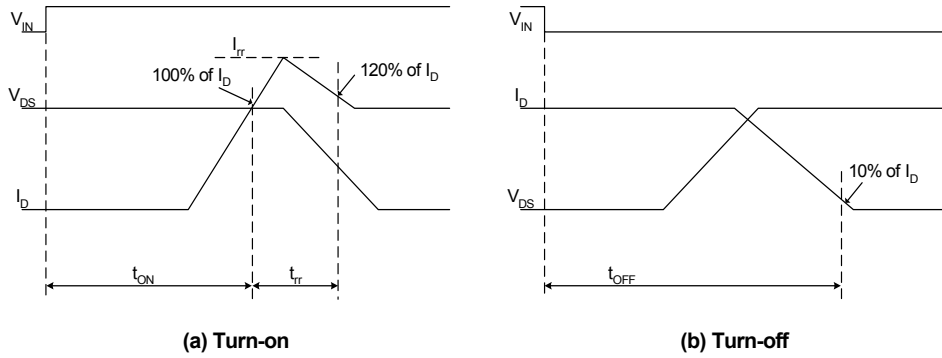
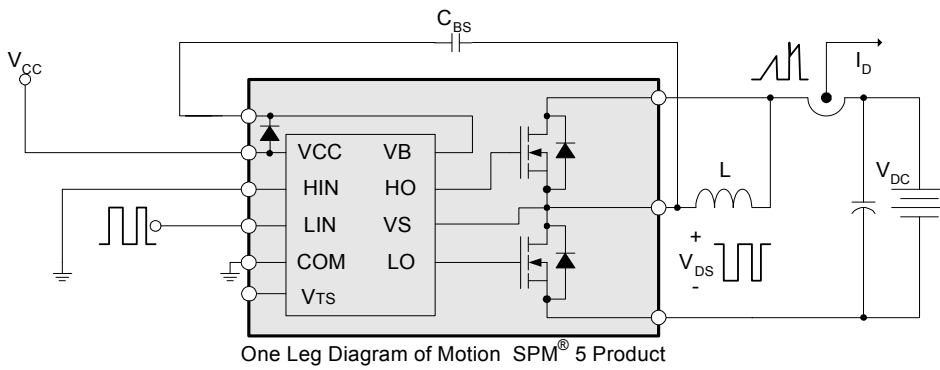

图 6. 开关时间定义
图 7. 开关和 RBSOA (单脉冲) 测试电路 (低端)
- t_{ON} 和 t_{OFF} 包括内部驱动 IC 的传输延迟。所列出的数值是在实验室测试条件下测得, 在实际应用中因为印刷电路板和布线的差异, 数值也会有所不同。请参阅图 6 介绍的开关时间定义, 以及图 7 中的开关测试电路。
- 每个 MOSFET 在开关工作时的峰值电流和电压也应在安全工作区 (SOA) 的范围内。请参阅图 7 中的 RBSOA 测试电路, 它与开关测试电路相同。